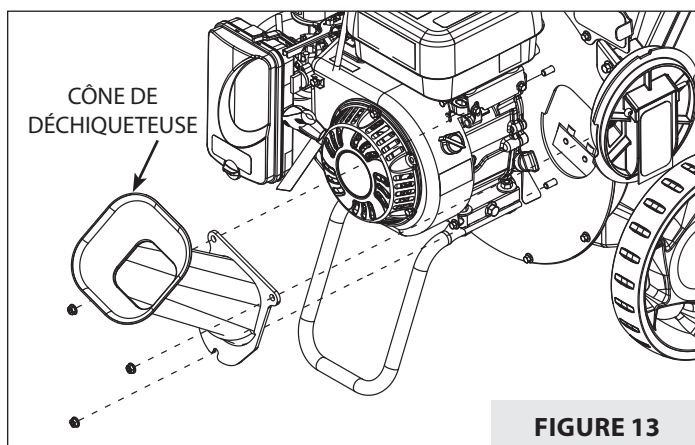

FIGURE 13
2. Retirer les écrous de fixation du cône de déchiqueteuse sur l'avant de la déchiqueteuse. Déposer le cône de déchiqueteuse pour accéder aux couteaux. **VOIR FIGURE 13.**